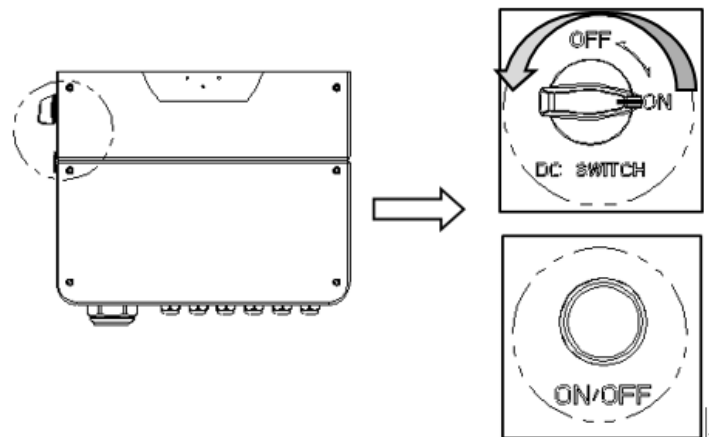

Abbildung 4.2.5
Schritt 6: Stellen Sie den DC-Schalter des Wechselrichters auf "OFF" und drücken Sie den EIN/AUS-Schalter, um das System auszuschalten (Abbildung 4.2.5).